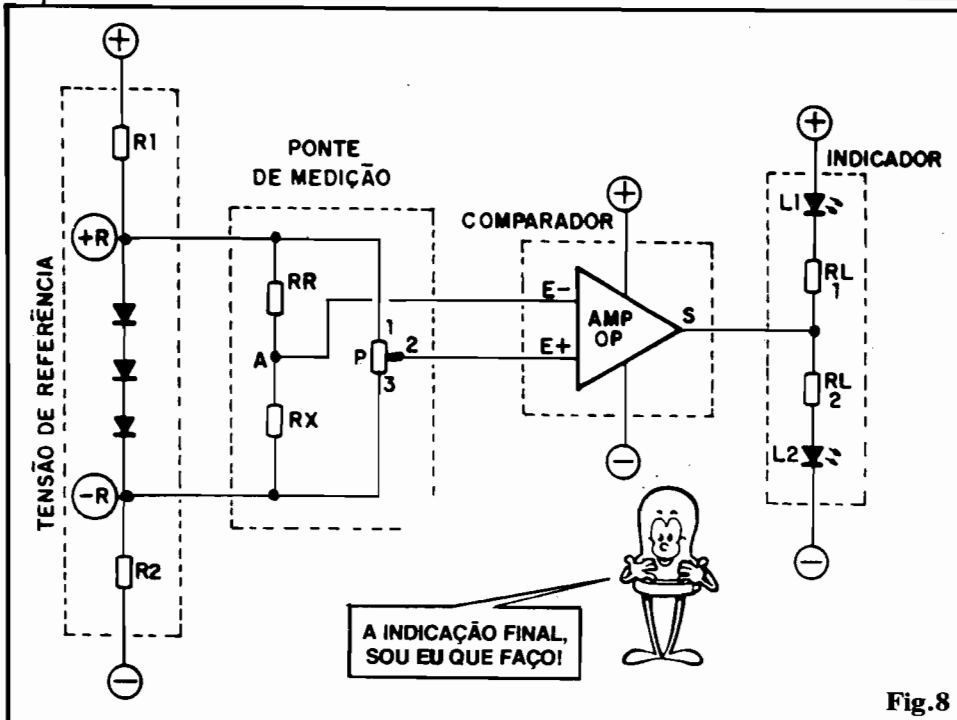

Fig.8
- FIG. 8 - O CIRCUITO - COMO FUNCIONA - Na análise funcional do circuito do OHMÍMETRO, podemos dividir o circuito basicamente em 4 blocos principais, conforme ilustram os **boxes** delimitados por linhas tracejadas, na figura... Acompanhem as presentes explicações observando, simultaneamente, o "esquema" da fig. 1... O primeiro bloco (esquerda, na figura) é o gerador de Tensão de Referência, estruturado sobre a "pilha" de 3 diodos comuns, com um resistor "em cima" (3K3) e outro "em baixo" (idem). A função desse bloco é estabelecer uma diferença de potencial tão fixa quanto possível, a partir das próprias "quedas de Tensão" naturais nos diodos (vejam a "Aula" de ABC nº 3). Esta Tensão de Referência, situada entre 1,8V e 2,1V (não importa precisamente **quanto**, mas sim a sua perfeita estabilidade...) fica mais ou menos "centrada" (graças à presença dos resistores "em cima e em baixo do totem" com relação aos 9V nominais da alimentação geral e - principalmente, **nunca muda**, mesmo que a bateria que alimenta o circuito - devido ao uso e ao tempo, tenha sua Tensão "derrubada", digamos para 8V ou mesmo menos... O segundo bloco é o da "ponte de medição", propriamente. Essa estrutura de "ponte" equilibrada (ou cujo equilíbrio